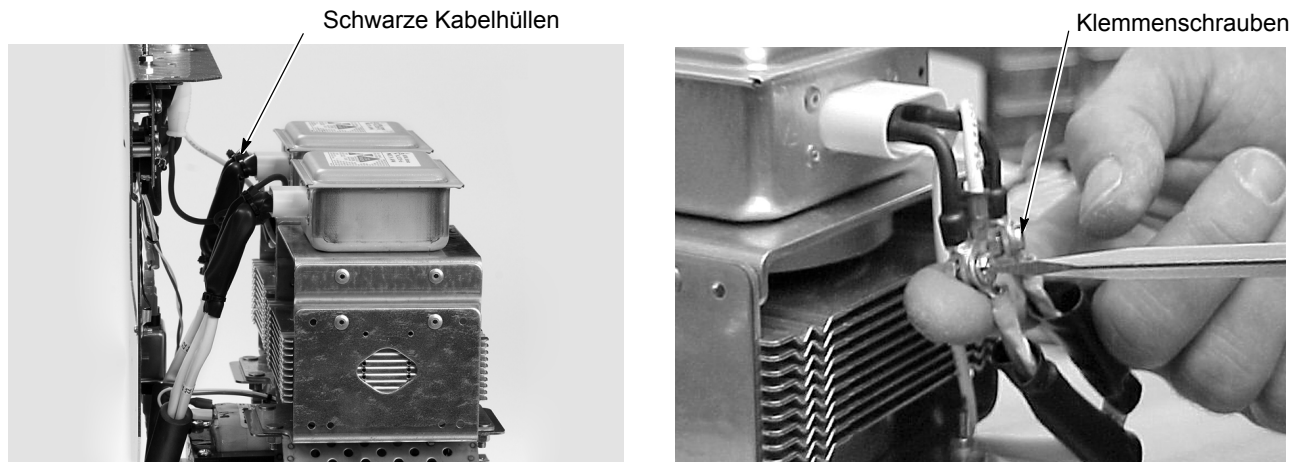

Abb. 5-17 Magnetron abnehmen
2. Siehe Abbildung 5-17. Die vier Kabelbinder durchschneiden, mit denen die schwarzen Kabelhüllen über den Hochspannungs-Ringklemmen festgehalten werden.